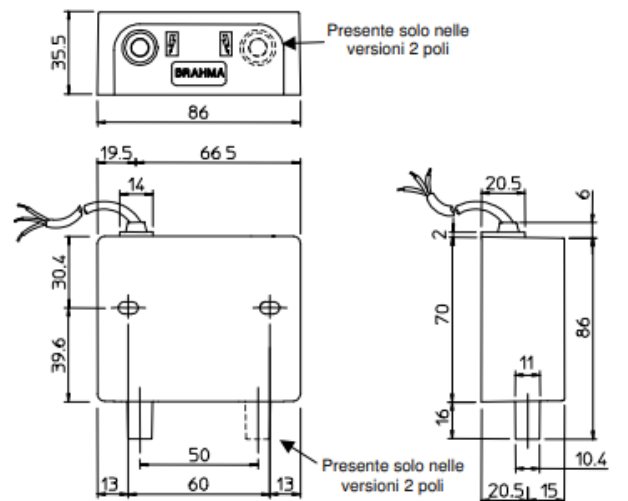
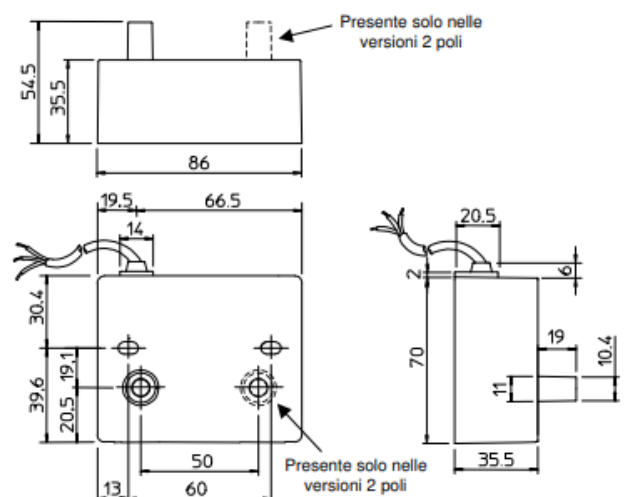

Fig. 1
Fig. 2
- C: alimentación con cable (Fig. 1, 2, 3 y 4);
- L: aislantes laterales (Fig. 1 y 3);
- S: aislantes inferiores (Fig. 2 y 4)
La serie TD se diferencia de la serie TC por sus menores dimensiones totales; las Fig. 1, Fig. 2, Fig. 3 y Fig. 4 ilustran las principales dimensiones de ambas series de dispositivos. Para la fijación deben utilizarse tornillos M4 o M5 (en los transformadores de la serie TC, la ovalización de los orificios permite variar la distancia de fijación entre 57 mm y 64 mm).